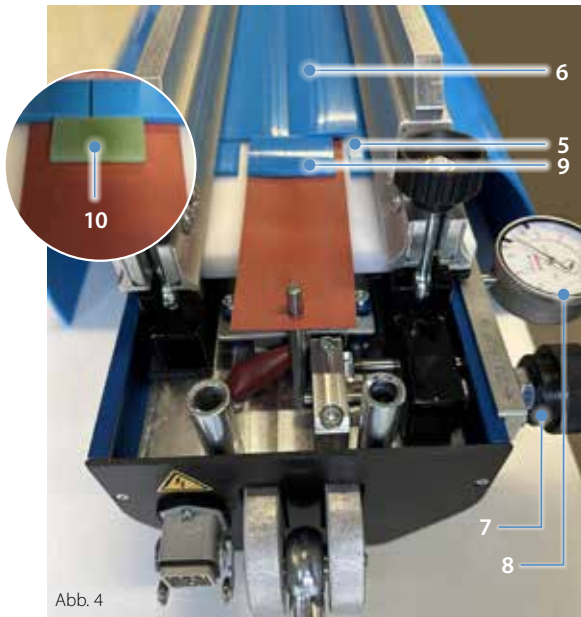

Abb. 4
**Achtung:** Unterfüttern Sie den zweiten Bandhalter bis zum Pressenrand mit Bandmaterial (5), wenn das Band deutlich schmaler ist als die Nennbreite der Presse. (Abb. 4)
- Drücken Sie das zweite Bandende (6) auf Stoß des ersten Bandendes und fixieren Sie es. (Abb. 4)
**Nur bei FLT-Bändern:** Im Stoßbereich darf keine Lücke zu sehen sein. Sollte eine Lücke vorhanden sein, kann diese mit Hilfe der Band-Zustellschrauben (7) geschlossen werden. (Abb. 4)
- **Nur bei FLT-Bändern:** Mittels Band-Zustellschrauben (7) gleichmäßig einen Stoßdruck aufbauen, bis sich die auf Stoß befindlichen Bandenden minimal anheben. Beide Band-Zustellschrauben um den gleichen Wert in Richtung „Zu“ drehen. Der Wert kann mittels Messuhr (8) abgelesen werden. (Abb. 4)
- Reinigen Sie abschließend die Verbindungsoberfläche und legen den Heizbereich der Presse vollständig mit Beilegematerial (9) aus. Verwenden Sie optional HGW-Beilegeplättchen (10) wenn die Verbindung die gesamte Nennbreite der Presse ausnutzt. (Abb. 4)
**Achtung:** Das Beilegematerial (9) darf nicht mit den Bandhaltern geklemmt werden, da sonst die Zustelleinheit blockiert wird. (Abb. 4)